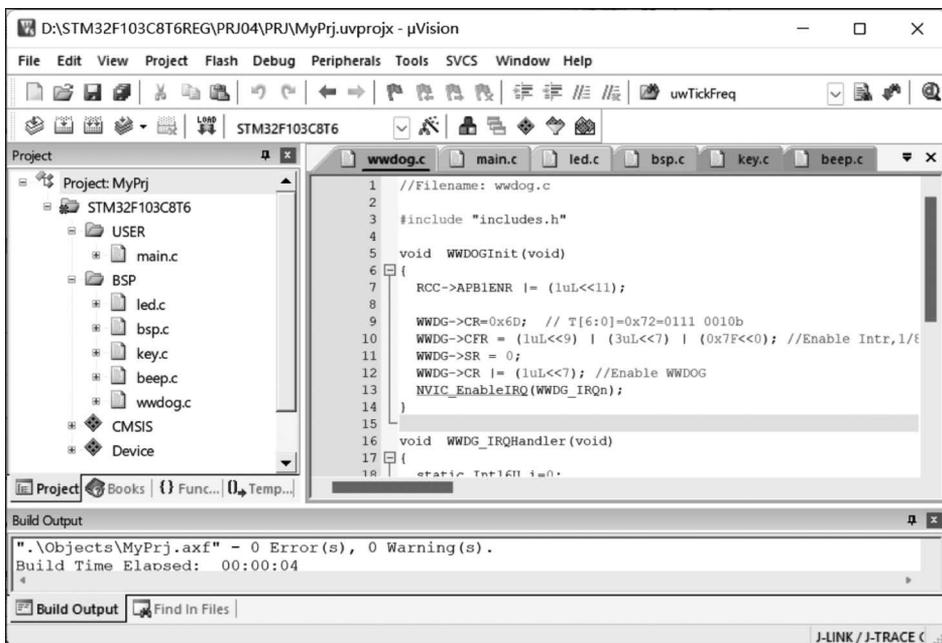

图 5-6 工程 PRJ04 工作窗口
(5) 将 wwdog.c 文件添加到工程管理器的 BSP 分组下。完成后的工程 PRJ04 如图 5-6 所示。
在图 5-6 中,编译链接并运行工程 PRJ04,可以看到 STM32F103C8T6 学习板上的 LED 灯 D3 每隔约 1s 闪烁一次,从而实现了看门狗定时器的定时中断处理工作。
RTC_PRLH 和 RTC_PRL(偏移地址分别为 0x08 和 0x0C,复位值分别为 0x0 和 0x8000)是两个 16 位寄存器,RTC_PRLH 的高 14 位保留,RTC_PRLH 的第[3:0]位(作为 PRL[19:16])与 RTC_PRL 的第[15:0]位(作为 PRL[15:0])组合成 PRL[19:0],结合图 5-6, $TR_CLK = RTCCLK / (PRL[19:0] + 1)$ 。